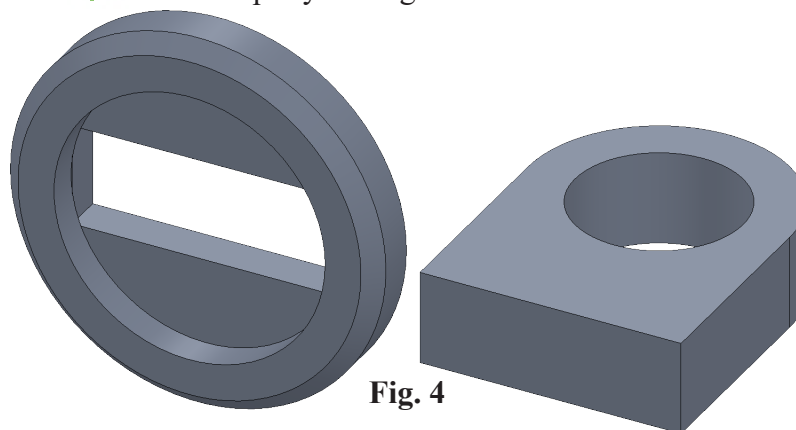

Fig. 4
Step 6. Place **Socket**, Fig. 4.